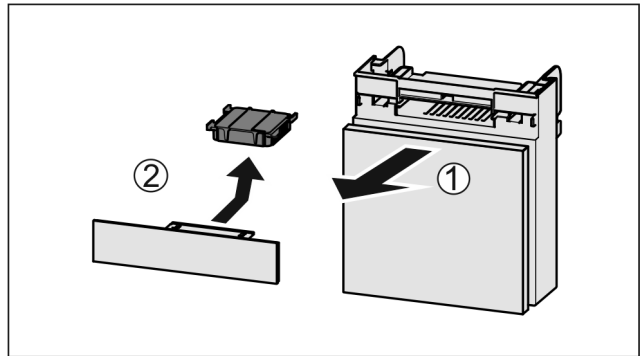

Fig. 132
- Lade vanaf de voorkant eruit trekken Fig. 132 (1).
- Actiefkoolfilter verwijderen Fig. 132 (2).